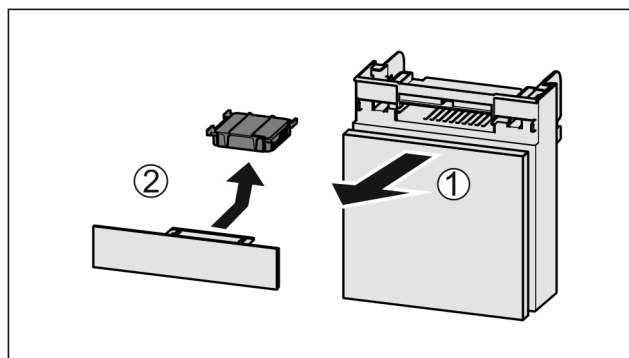

Fig. 92
- Vytiahnite zásuvku smerom dopredu Fig. 92 (1).
- Vyberte aktívny uhlíkový filter Fig. 92 (2).